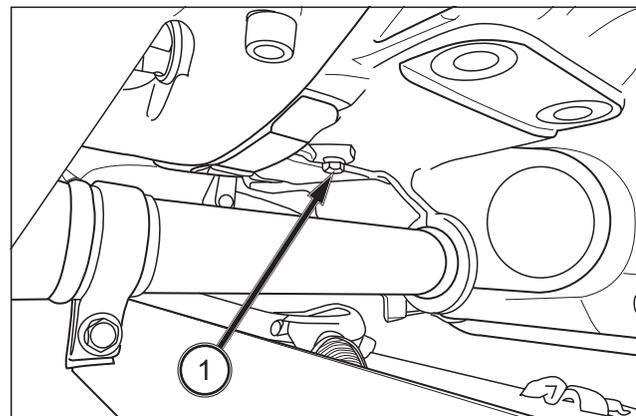

FIG. 186
**FIG. 186 :** Il faut enlever le bouchon en bas du carter d'embrayage (1) une fois par an ou lorsque l'embrayage patine. Toute fuite d'huile au niveau du joint arrière du vilebrequin et/ou de l'arbre menant à la transmission entraînera un écoulement d'huile par le trou. Contactez votre agent ISEKI en cas de fuite d'huile.